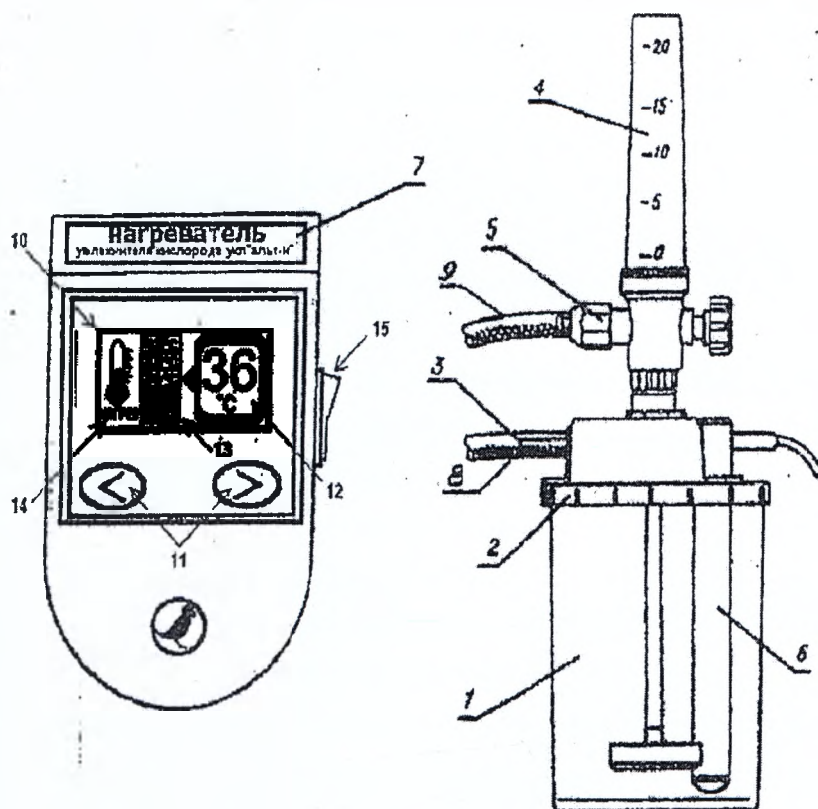

Рис. 1: Устройство увлажнения кислорода УКП «АЛЬТ-Н»
1.1. Увлажнитель (рисунок 1) состоит из собственного увлажнителя (банка с крышкой), расходомера, нагревателя и блока управления. Расходомер крепится на крышке увлажнителя с помощью накидной гайки, нагреватель устанавливается в гнездо на крышке увлажнителя. Увлажнитель устанавливается на рейку и закрепляется на ней стробциной.
1.4. Управление нагревателем производится блоком управления. На передней панели блока управления (рис. 1) находится ЖКИ индикатор (10) и кнопки управления (11) («<» - уменьшение и «>» - увеличение). ЖКИ индикатор показывает уровень подогрева (13), установленную температуру (12), индикацию работы нагревателя (14), выход в аварийный режим и неисправность датчика отображается на дисплее соответствующими надписями и подачей звукового сигнала.
4.1.1. Включите блок управления, подключите вилку сетевого кабеля блока управления к розетке сетевого питания. Нажмите кнопку «СЕТЬ», при этом на передней панели блока управления включится ЖКИ ИНДИКАТОР отображающий установленную температуру подогрева и шкалу индикатора уровня температур (рис. 1).